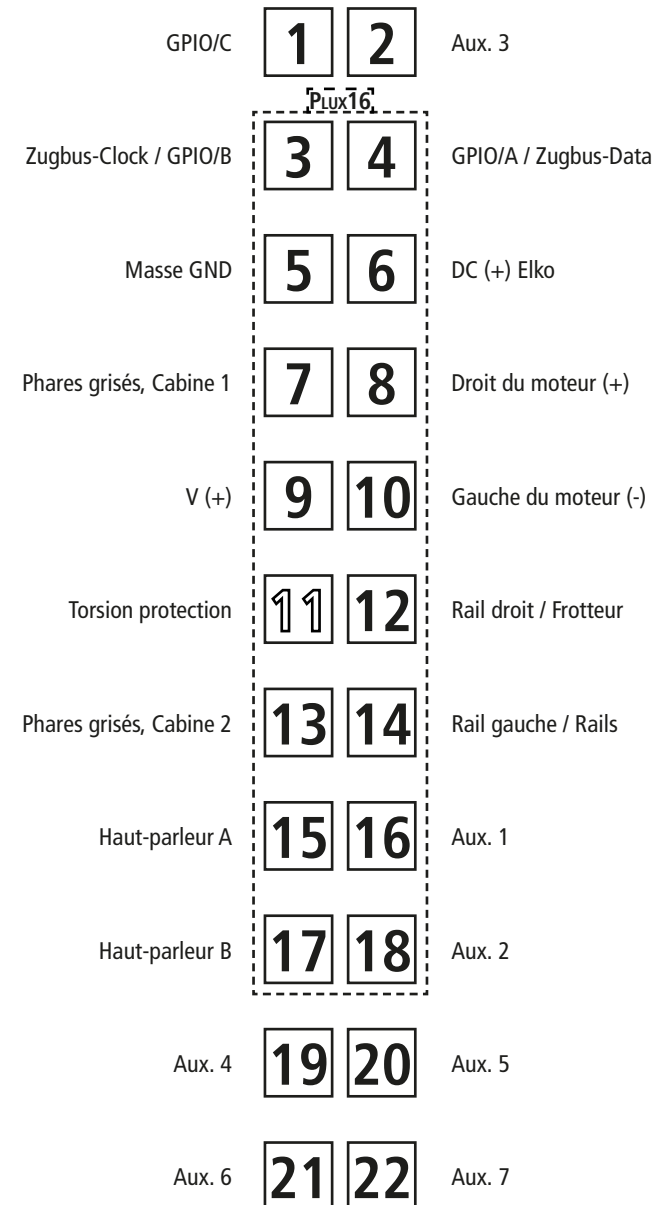

Fig. 7
| Fig. 7 – 10..... | 5 + 8 |
1. Reinigung der Radstromkontakte: Radstromkontakte können auf unsauberen Schienen leicht verschmutzen. Entfernen Sie **vorsichtig** mit einem kleinen Pinsel **den Schmutz** an den in Fig. 7 gekennzeichneten Stellen.
1. Cleaning of wheel contacts: Wheel contacts easily get dirty on tracks which are not entirely clean. Use a small brush to **remove dirt** from spots marked in fig. 7.